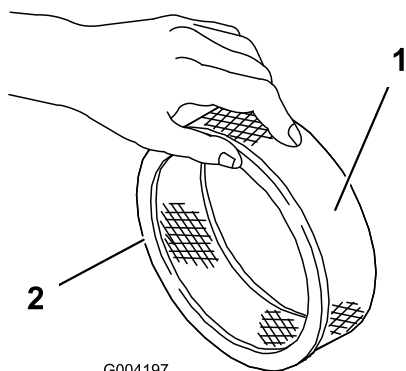

図 46
5. ペーパーフィルタに汚れや油汚れ、ゴムシールの傷がないか点検する 図 46。
1. ペーパーエレメントにスポンジエレメントを注意深く取りつける(図 46)。